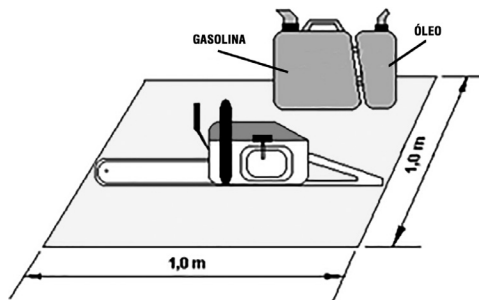

Fig. 3 – Uso de lona durante o abastecimento
- k. Utilize lona durante o abastecimento e limpeza do equipamento em campo (Fig.3).